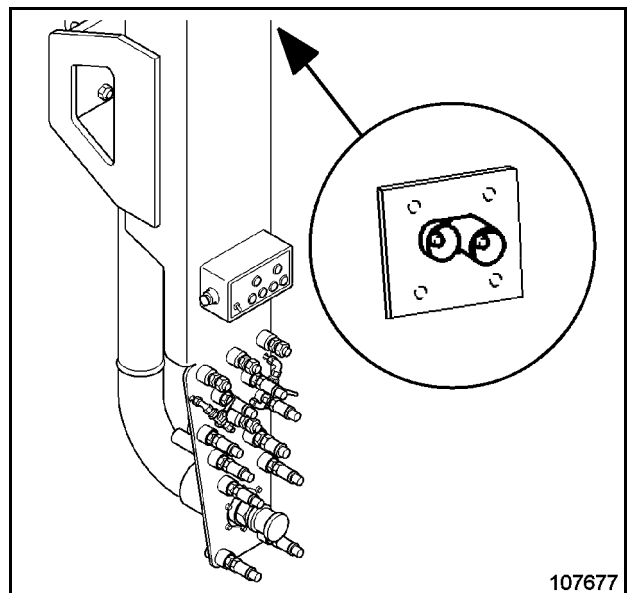

Fig. 3-58:
Las baterías de la máquina también pueden cargarse cuando se instalen en la máquina. Para este propósito, el brazo de la estación de servicio (Fig. 3-58:) está equipado con una toma de corriente para un cable de carga.
- Conecte el cable de carga a la toma de corriente (Fig. 3-58:).